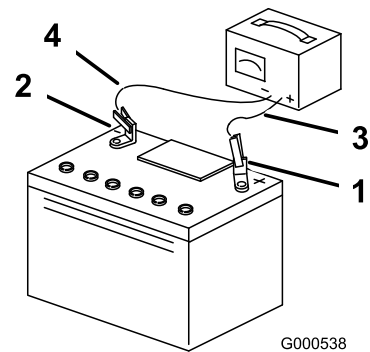

Bild 45
- Ziehen Sie, wenn die Batterie ganz geladen ist, den Stecker des Ladegeräts aus der Dose. Klemmen Sie dann die Klemmen des Ladegeräts von den Batteriepolen ab (Bild 45).